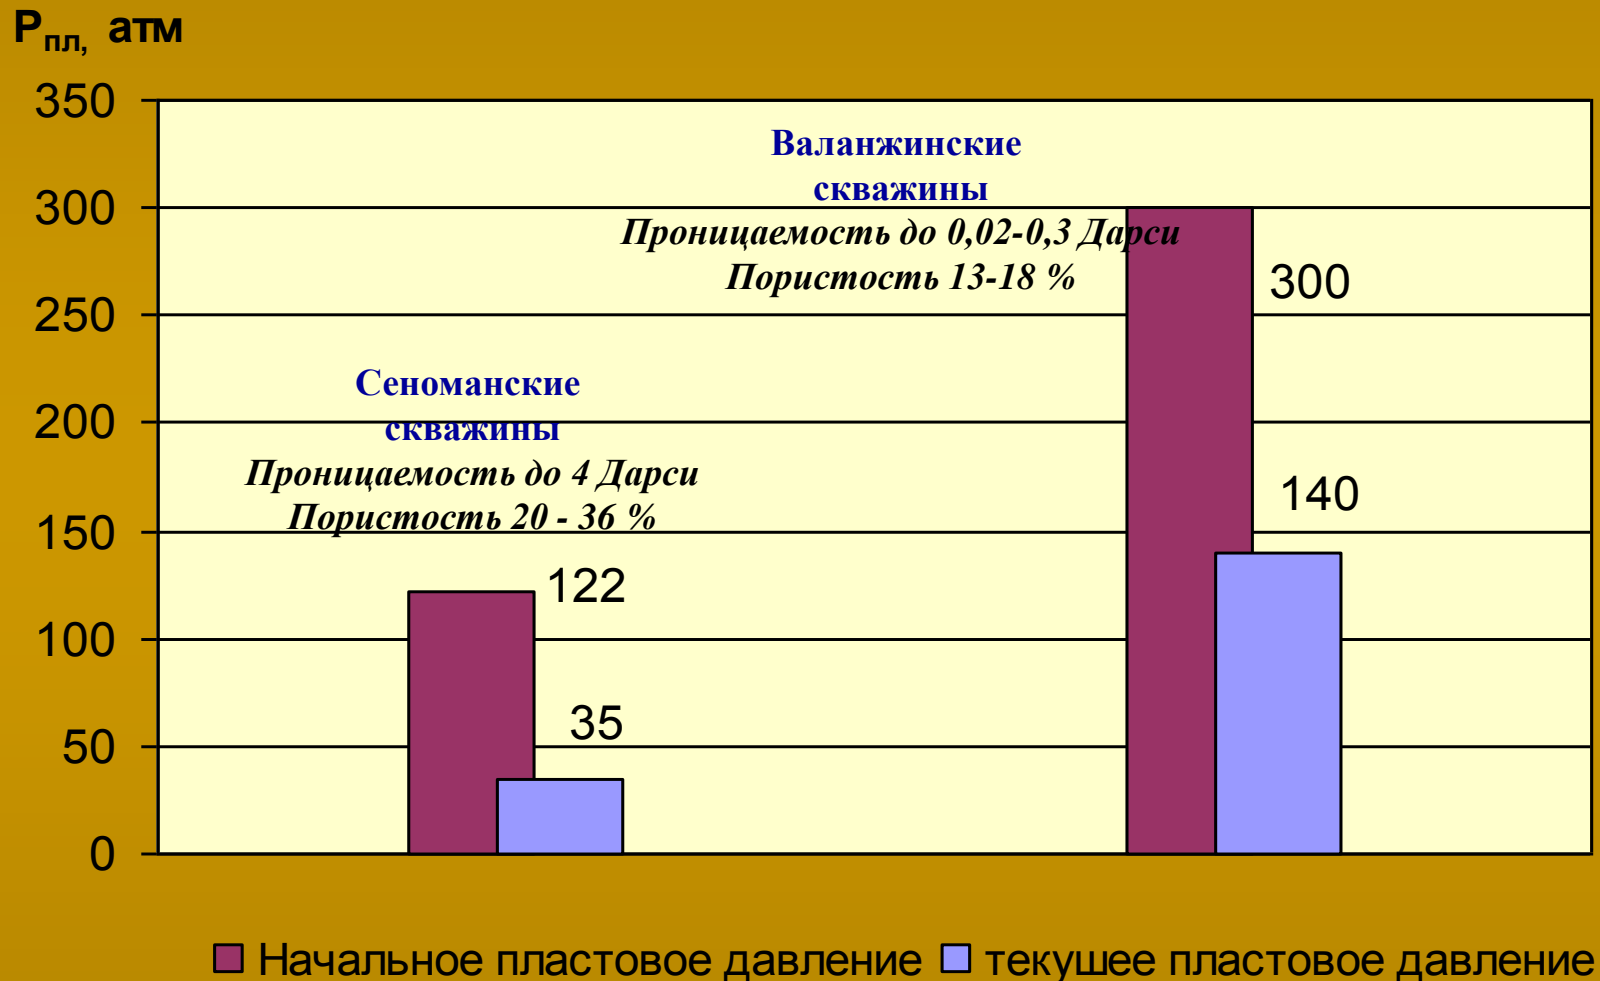

Рис. 8
**Технология применения жидкостей глушения во многих случаях заставляет учитывать способность пластов к поглощениям, например, в процессе разработки УГКМ (Уренгойского нефтегазоконденсатного месторождения) (см. диаграмму на рис. 8), горные условия которого характеризуются АНПД с коэффициентом аномальности до 0,5, проницаемостью до 4 Дарси и пористостью 13-26%.**